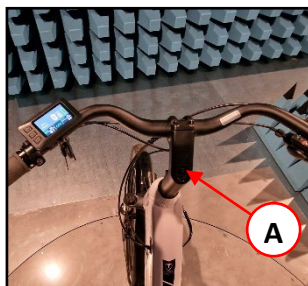

Figura 1 – Vite fissaggio sterzo manubrio.
3. Svitare la vite di fissaggio del canotto del manubrio al canotto della forcella anteriore (Rif. A in Figura 1).
4. Ruotare il manubrio tenendo ferma la ruota anteriore fino a renderlo perpendicolare alla ruota anteriore. A questo punto fissarlo avvitando le viti presente sul canotto di collegamento (Rif. A in Figura 1), sulla parte superiore del canotto delle forcelle.